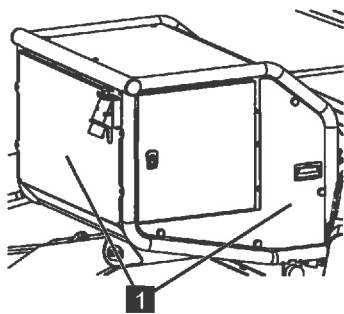

Abb. 186
2. Abdeckhauben (Abb.186/1) abschrauben.